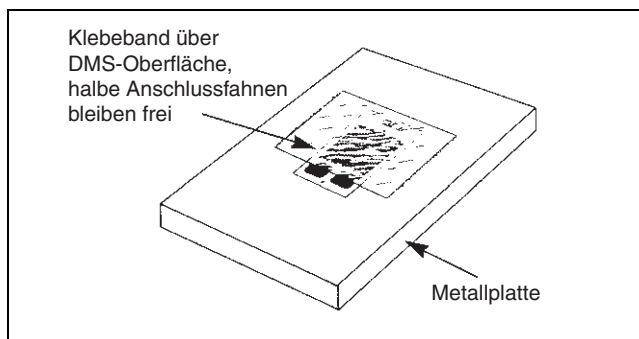

Abb. 1
4. Klebeband mit dem DMS gut an die Platte andrücken (Abb. 1). Es muss ein guter thermischer Kontakt mit der